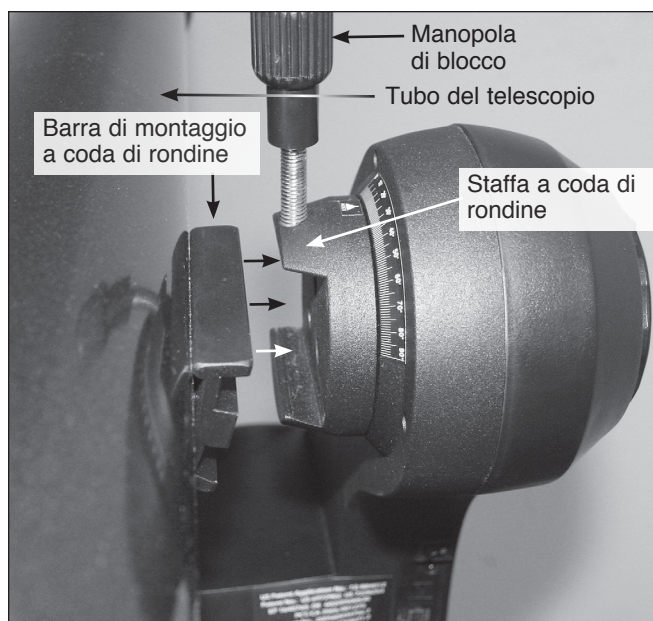

Figura 7. Il tubo del telescopio può essere fissato e rimosso facilmente tramite la staffa a coda di rondine sul braccio della montatura.
6. Svitare la manopola di blocco del tubo fino a quando la punta del bullone non sporge nell'alloggiamento della staffa (**Figura 7**). Far scorrere la barra a coda di rondine del telescopio nella staffa sul braccio della montatura come illustrato e fissarlo serrando la manopola di blocco del tubo. Notare che la manopola di blocco del tubo può essere posizionata in alto o a 180 gradi in posizione opposta verso il basso.